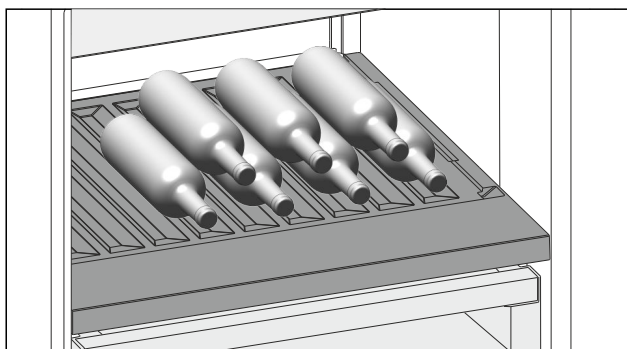

Fig. 178 Shembull ilustrues
- Shtrini shishet me fundin të drejtuar në faqen e pasme të frigoriferit. (shihni Fig. 178)